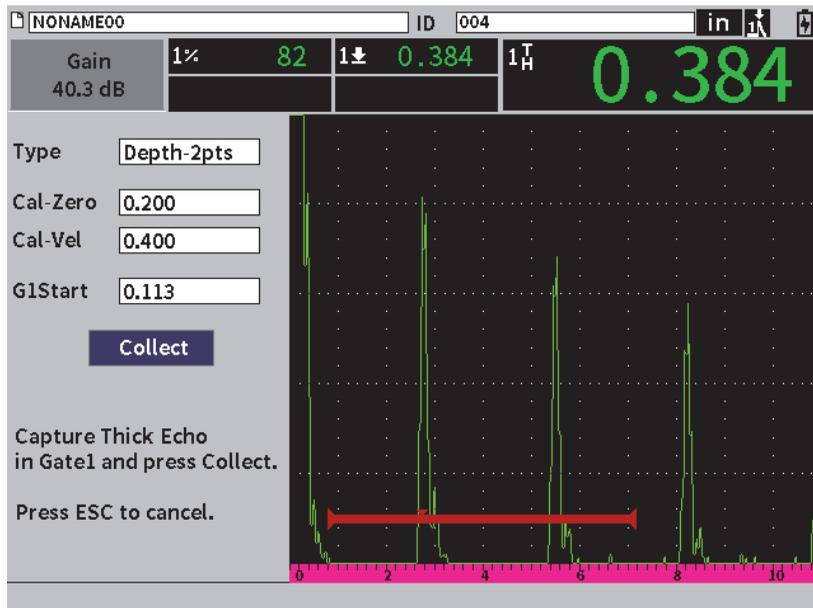

図 8-6 校正 – 薄いほうのエコーを取得する準備ができました
9. タブキーを押して**取得ボタン**をハイライトし、Enter キーを押して薄いほうのエコーを取得します（119 ページの図 8-6 参照）。
12. タブキーを押して**取得ボタン**をハイライトします（119 ページの図 8-6 参照）。